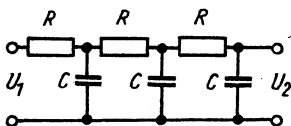

Bild 5.14
b) 3gliedrige  $RC$ -Kette (Bild 5.14)